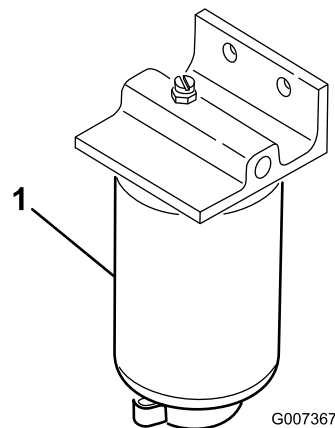

Figura 49
1. Coloque un recipiente limpio debajo del filtro de combustible (Figura 49).
2. Limpie la zona de montaje del cartucho del filtro (Figura 49).